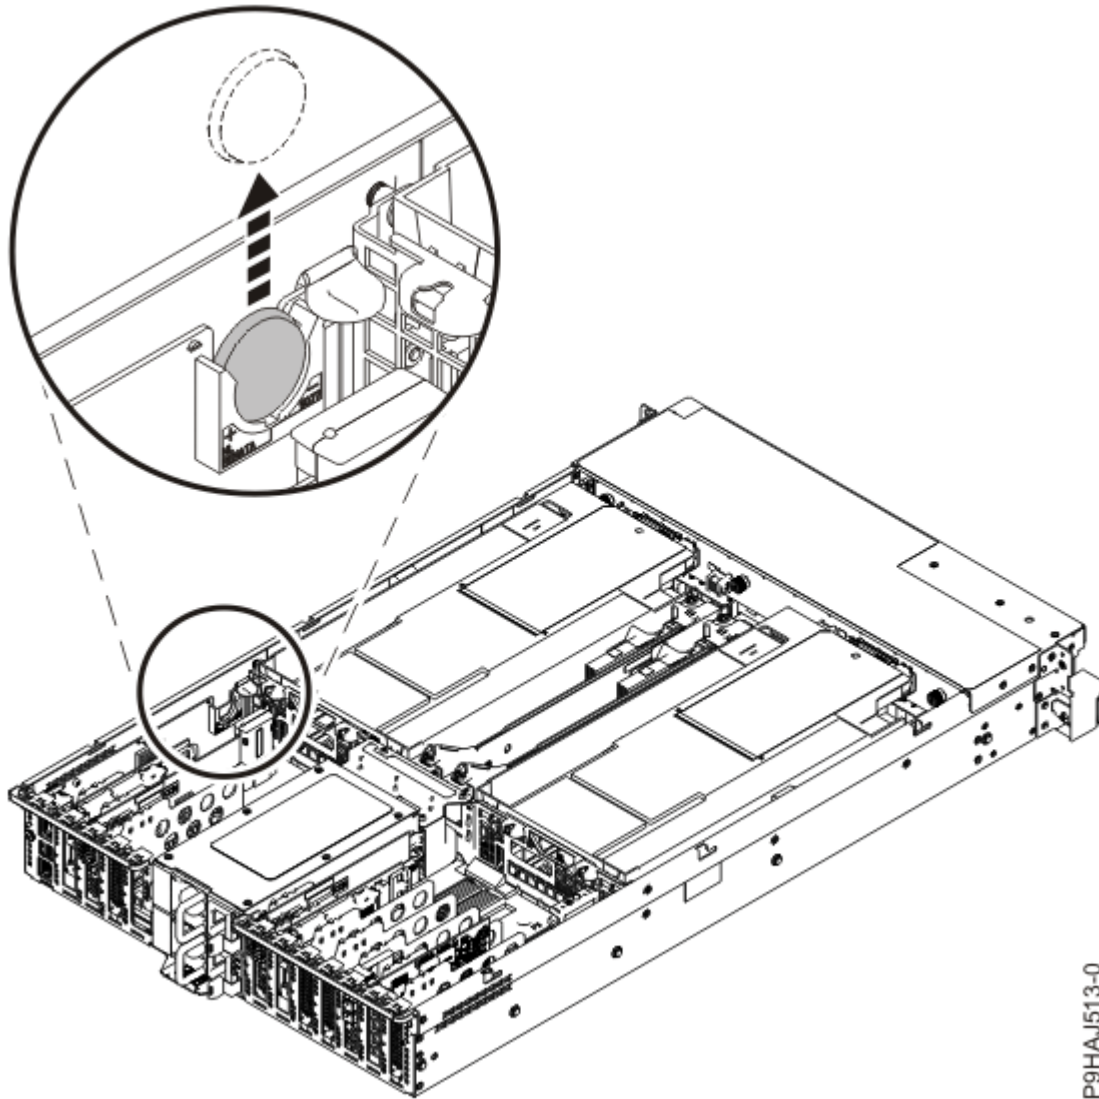

Figura 5. Extracción de la batería de hora del día
2. Sujete la batería de hora del día y tire de ella para sacarla de la ranura en la ubicación P1-C1-E1 de la tarjeta del procesador de servicio tal como se muestra en la Figura 5 en la página 8.